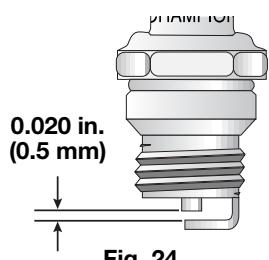

Fig. 24
3. Cambie las bujías que estén rajadas, sucias o deterioradas. Fije la separación de aire a 0,5 mm (0,020 pulgadas) utilizando un calibrador (Fig. 24).